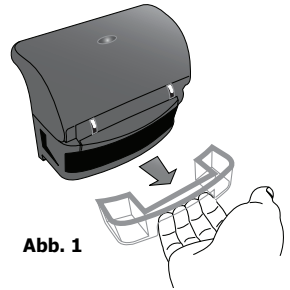

Abb. 1
1. Die Wasserauffangschale nach außen ziehen und so unter dem Deckelscharnier hervorzuziehen [Abb. 1]. Das gesammelte Wasser nach jedem Gebrauch ausgießen.